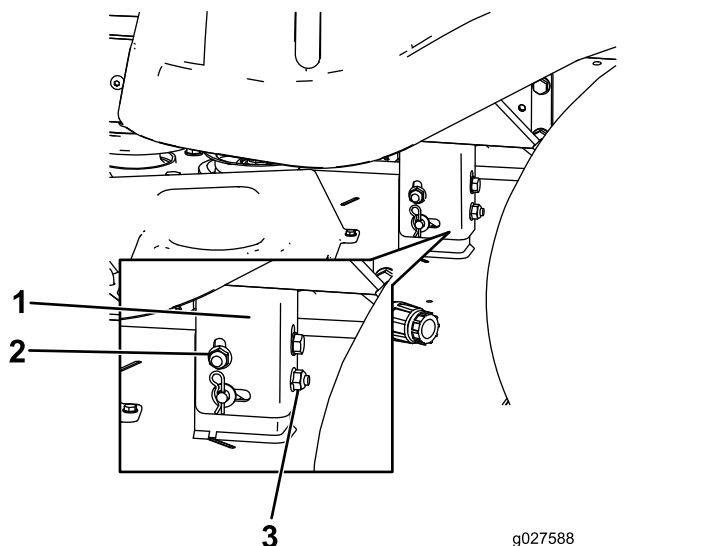

Figura 70
8. Eleve o baje el lado izquierdo de la carcasa de corte girando la tuerca trasera (Figura 70).
Nota: Gire la tuerca trasera en sentido horario para elevar la carcasa de corte; gire la tuerca trasera en sentido antihorario para bajar la carcasa de corte (Figura 70).